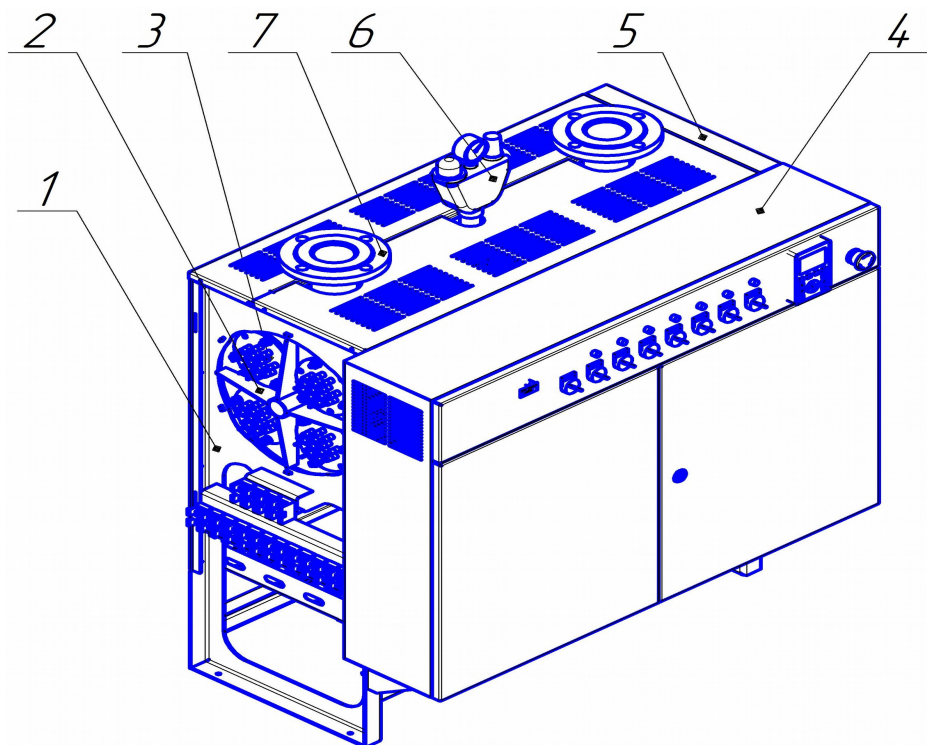
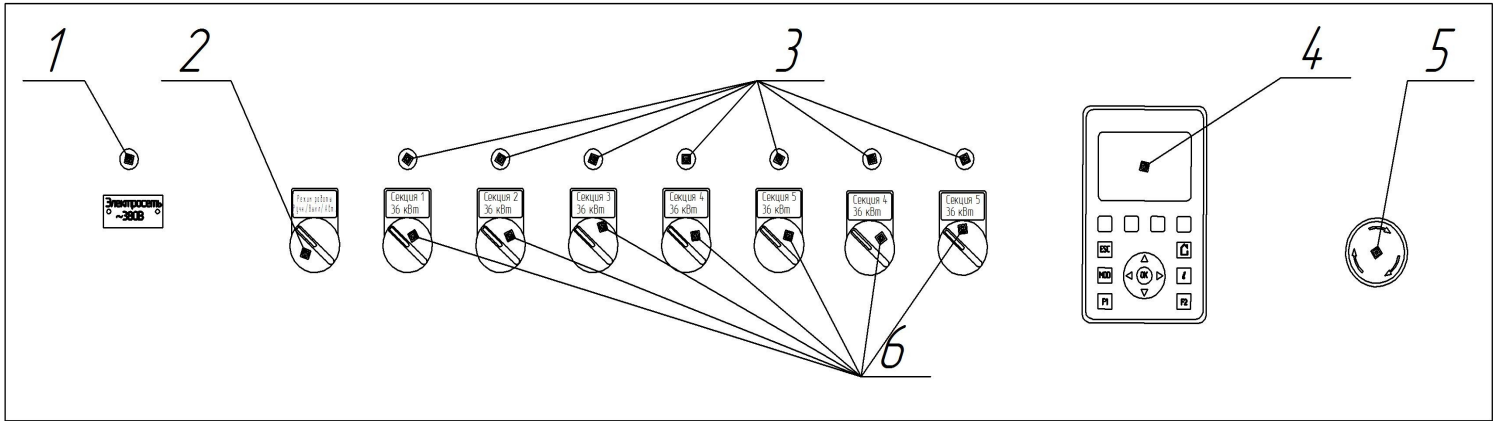

Рис. 1 Конструкция электроводонагревателя
Рис. 2 Панель управления
Конструкция ЭВН-К и его элементы показаны на рис.1.
На панели управления (рис.2) шкафа 4 (рис.1) расположены следующие элементы (см. таб.2). В автоматическом и ручном режимах работы ЭВН-К обеспечивает автоматическое поддержание
температуры теплоносителя, коммутируя питающее напряжение на нагревательных элементах через силовые контакторы. Для экстренного выключения ЭВН-К необходимо нажать на аварийный выключатель 5 (рис.2). Для возврата его в исходное положение следует повернуть ручку по направлению стрелки (указана на ручке).
- 5.5 **Внимание!** Отвод воды и пара от группы безопасности 6 (рис.1) организовать в безопасное место.
Ручной режим предусмотрен на случай невозможности эксплуатации котла в автоматическом режиме работы и не является основным рабочим режимом. В ручном режиме ступени регулирования мощности электроводонагревателя (7 ступеней) включаются в работу с помощью переключателей 6 на панели управления (рис.2). Температура нагрева воды выставляется на капиллярном термостате установленном внутри пульта управления. При превышении температуры выше установленного значения из работы одновременно выводятся все включенные в данный момент ступени регулирования мощности. При понижении температуры ниже установленного значения в работу одновременно будут введены все включенные в данный момент ступени регулирования мощности. Защита от работы без воды в ручном режиме не осуществляется.
В автоматическом режиме подключение ступеней регулирования мощности происходит последовательно, с заданным интервалом времени. Температура нагрева воды выставляется на графической панели 4 (рис.2). При превышении температуры выше установленного значения “Туст.”, из работы последовательно выводятся включенные в данный момент ступени регулирования мощности, начиная с той, которая имеет наибольшую наработку времени. При понижении температуры ниже установленного значения “Туст.” на “Тгист.”, ступени регулирования мощности последовательно включаются в работу, начиная с той, которая имеет наименьшую наработку времени.
- включить нужное количество секций нагрева 6 (рис.2).
9.9 При возникновении аварийной ситуации для остановки работы ЭВН-К нажать кнопку аварийной остановки 5 (рис.2), при этом вводные автоматические выключатели установленные в электрическом шкафу отключат сетевое напряжение, и индикатор сети погаснет. После устранения причины аварийного отключения для повторного включения необходимо открыть электрический шкаф, перевести рукоятку вводного автоматического выключателя из среднего положения в крайнее нижнее “OFF”, а затем перевести в крайнее верхнее “ON”.